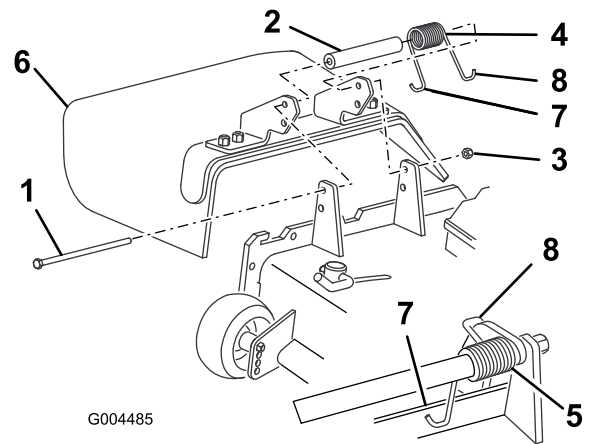

図 79
2. デフレクタをピボット・ブラケットに固定しているロックナット、ボルト、スプリング、スペーサを外す(図 79)。デフレクタを取り外す。
3. デフレクタのブラケットの間にスペーサとスプリングを入れる(図 79)。スプリングの左側のフックを、デッキのエッジに引っ掛ける。
注 ボルトを取り付ける前に、スプリングのJ字フックがデッキの後部エッジに図 79のように取り付けられていることを確認してください。
4. ボルトとナットを取り付ける。スプリングの右側のフックを、デフレクタに引っ掛ける(図 79)。